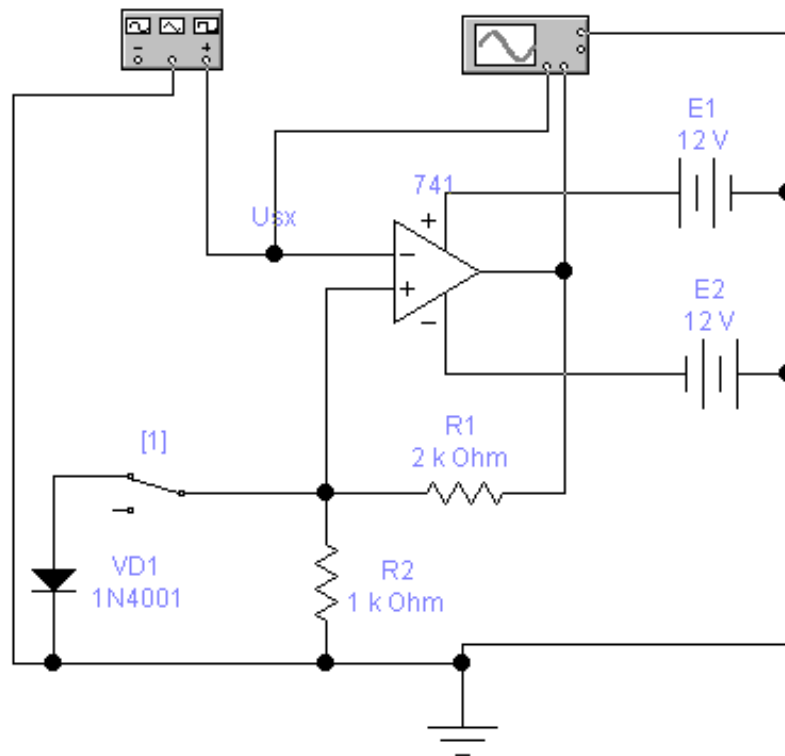

Рисунок 8.7 - Схема дослідження тригера Шмітта
7. Набрати схему тригера Шмітта (рис. 8.7). Встановити параметри схеми (варіанти завдань приведені в таблиці 8.2).